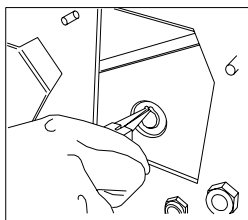

Fig. 18
- Placez le pince pour seeger et enlevez l'anneau comme indiqué fig. 18 (côté hacheuse) .
- Débâter la tige et bien noter la position des entretoises de séparation des concasseurs (fig. 18) .